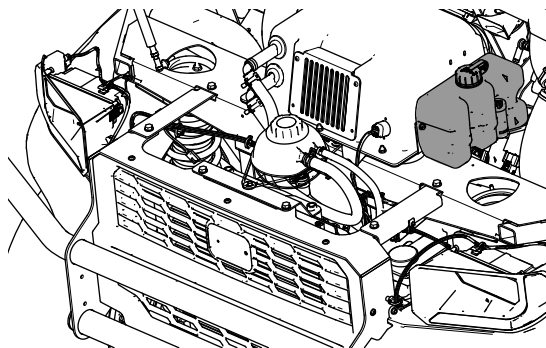

Figura 19
3. Se sulla macchina è stato installato il kit parabrezza in vetro e tergicristallo, installate il contenitore del liquido lavavetri sul fianco del gruppo scatola del riscaldatore, come illustrato nella Figura 19.